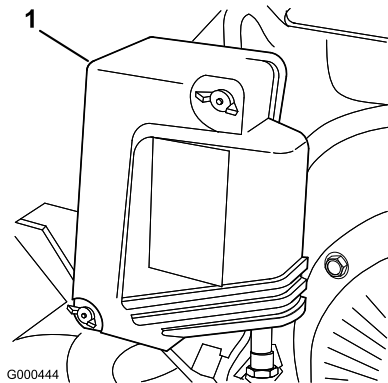

図 22
2. エア・クリーナ・カバーの蝶ナットを取り、カバーを外す。カバーを丁寧に清掃する（図 22）。